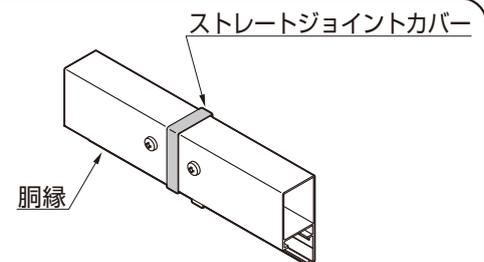

図2-4 ストレートジョイントの取付け(2)
- ① ストレートジョイントを片側の胴縁に差込み、【1-1】で取付けてください。
- ② 反対側の胴縁にストレートジョイントを差込み、胴縁でストレートジョイントカバーを挟み込むようにして【1-1】で取付けてください。(図2-4参照)